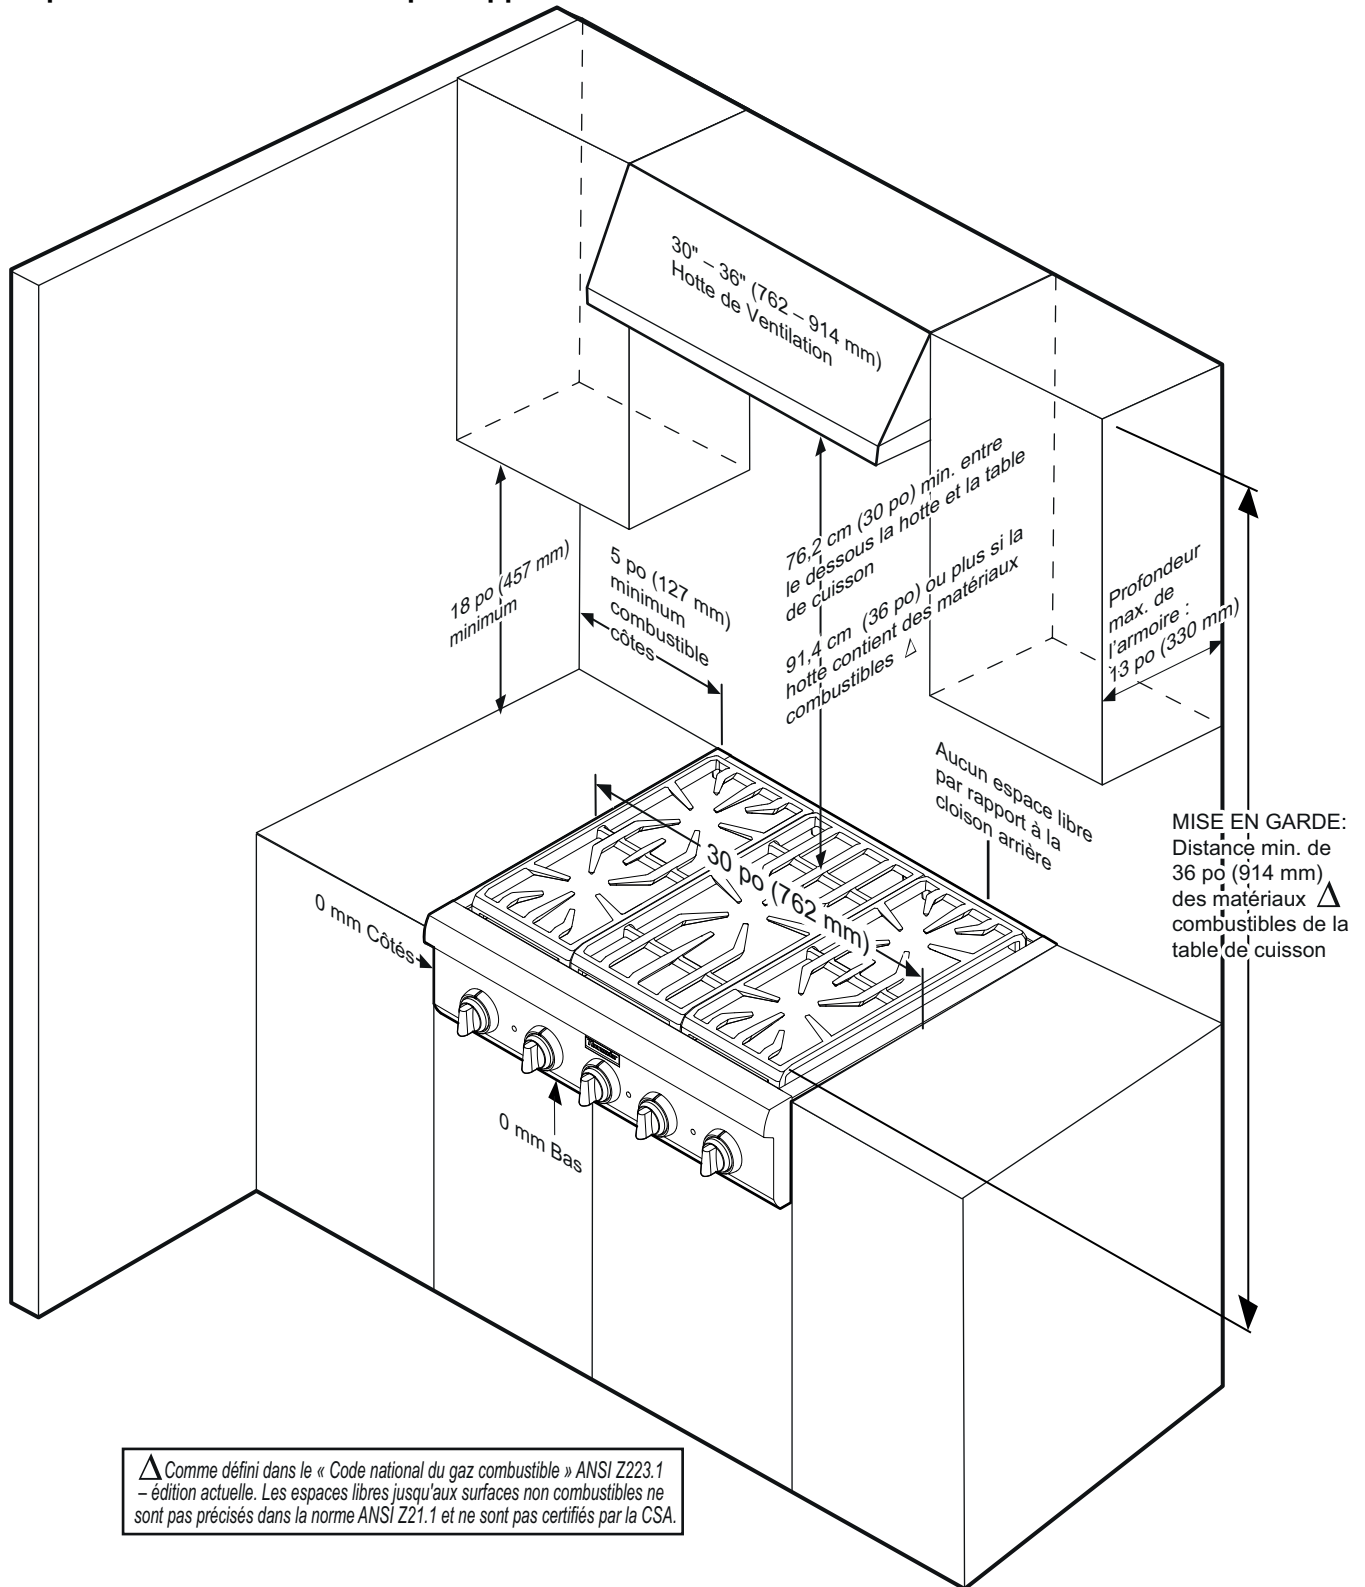

Figure 1: Espaces libres des armoires par rapport à la hotte
L'espace libre minimal pour une surface combustible est de zéro pouce (voir *Figure 1 à la page 7*).
- Pour une meilleure élimination des fumées, le bord inférieur de la hotte doit être placé à une distance de 91,4 cm (30 po) au-dessus de la table de cuisson. (Voir *Figure 1*).
Lors de l'utilisation de la garniture d'îlot THERMADOR, il faut un espace minimal de 12 po (305 mm) entre la partie arrière de l'appareil et la surface combustible (voir *Figure 1 à la page 7*). Les espaces libres jusqu'aux surfaces non combustibles ne sont pas précisés dans la norme ANSI Z21.1 et ne sont pas certifiés par la CSA. Tout espace libre de moins de 12 po (305 mm) doit être approuvé par les normes locales ou l'autorité locale ayant compétence.